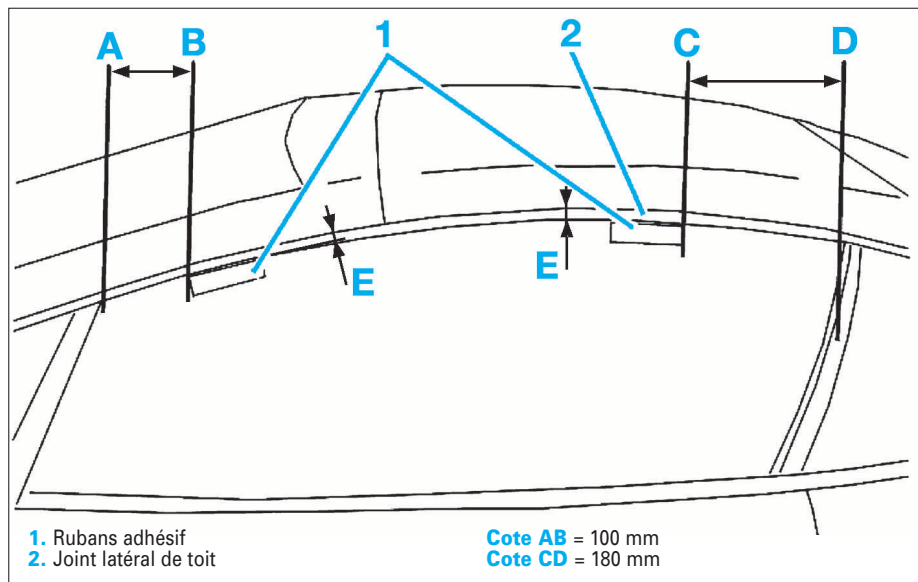

FIG. 43
- Coller 2 rubans adhésifs de 60 mm à E = 8 mm du bord supérieur de la vitre et respecter les positions indiquées sur la figure (Fig.43).